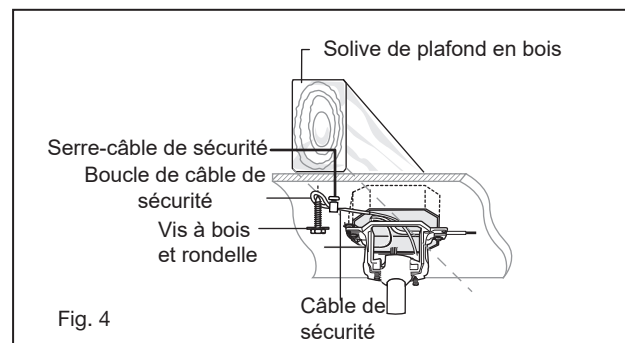

Fig. 4
- 4 **REMARQUE:** La languette opposée à l'ouverture du support de suspension doit s'insérer dans la fente de la bille. (Fig. 4)